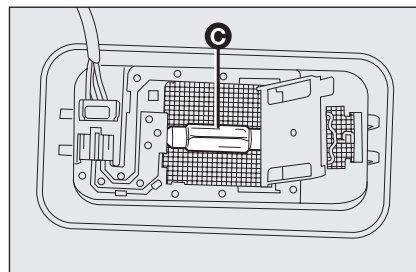

fig. 42
- ☐ sustituir la lámpara **C-fig. 42** separándola de los contactos laterales; introducir la nueva lámpara asegurándose de que la misma quede bloqueada correctamente entre los contactos;